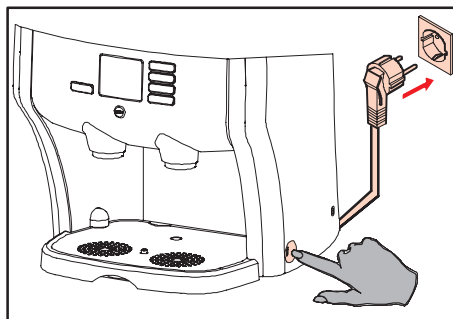

Fig. 25 Prise + interrupteur
5. Insérez la prise mâle dans la prise de courant femelle (fig. 25).
6. Mettez le distributeur en marche en appuyant sur l'interrupteur (fig. 25).